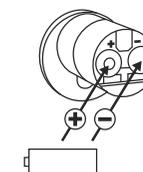

Abb. 2
- 1 Lösen Sie mit dem beigelegten Schraubendreher TX8 auf der Innenseite der Tür am vorderen Ende des Knaufs die Schraube und klappen Sie den Deckel auf. Die Schraube kann nur bis zum Öffnen des Deckels ausgedreht werden und fällt nicht heraus. (Abb. 2).